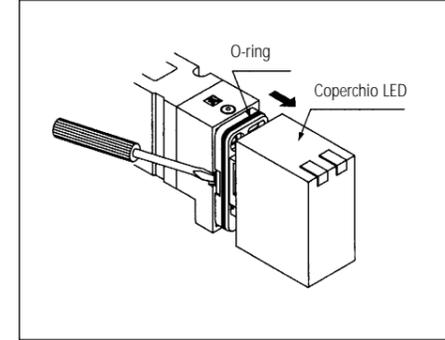

Fig. 25
Installazione/rimozione del coperchio del LED (Fig. 25)
1. Rimuovere il coperchio del LED (vedi Fig. 25). Rimuovere le viti che fissano la valvola all'assieme pilota.